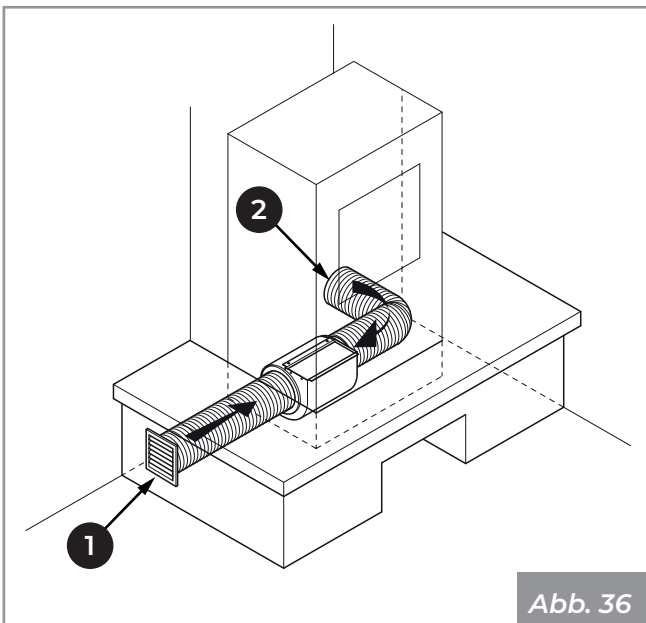

Abb. 36
- Das Raumluftgebläse muss unbedingt die Luft außerhalb der Verkleidung durch eine geeignete Kanalisierung aufnehmen, wie in Abb. 36 gezeigt. Wo: